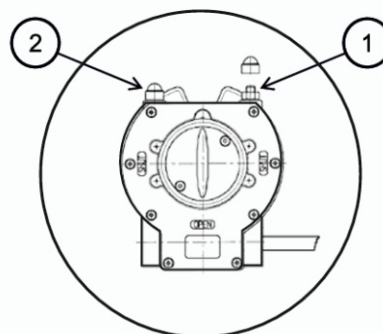

Рис.1 Кран с установленным редуктором
- 1.3 Установите редуктор в положение «открыто»- указатель положения редуктора должен указывать на положение OPEN (открыто) см. рис. 1.
- 1.10.1 Снять защитный колпачок с контр-гайки упора-ограничителя. Открутить упор-ограничитель 1 и 2 (см. рис.1).